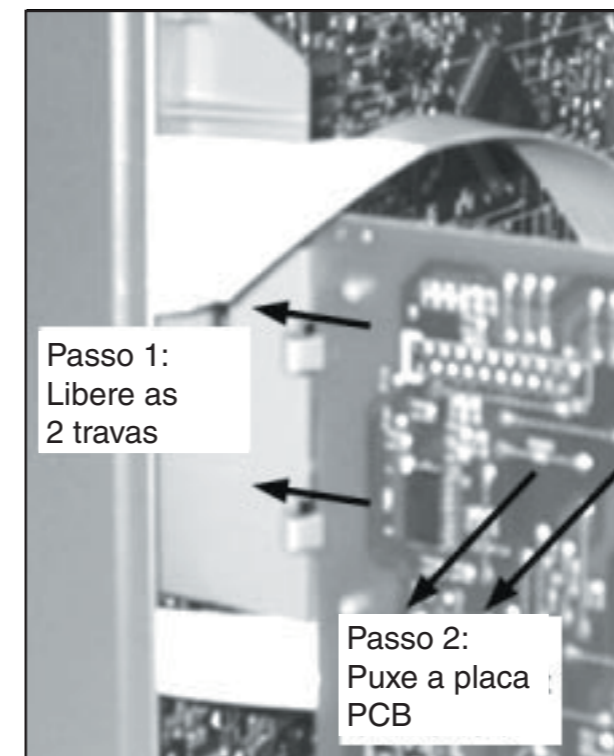
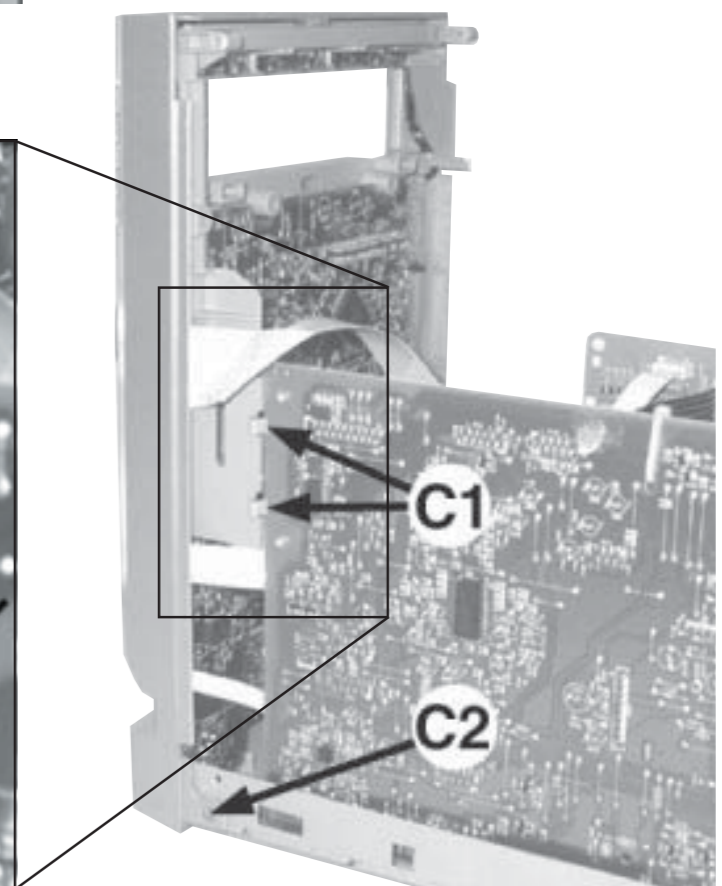

Figura 6
Figura 5
- 2) Libere o Painel Combi (pos. 1102-1001) e o Suporte Combi (pos 252) liberando as 2 travas C1 (veja figura 5) após puxe-os para fora como mostra a figura 6.
- 3) Destrave as 2 travas C2 (veja figura 5) dos lados esquerdo e direito do Gabinete Frontal (pos 101) e puxe o slide do Painel Frontal.